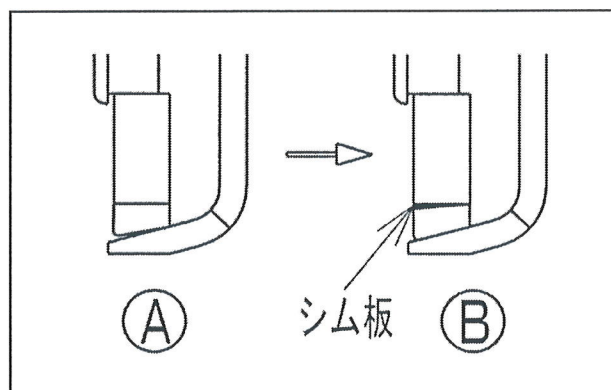

図2
右図2の①の状態ではシートが抜け易くなります。
(図2の②参照)